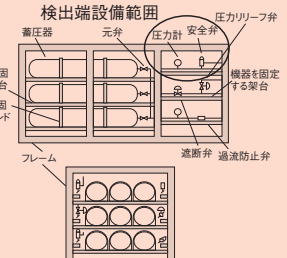

図2 蓄圧器等配管集合部への設置例
- 二. 蓄圧器の配管集合部の上部に1個以上(図2参照のこと)。